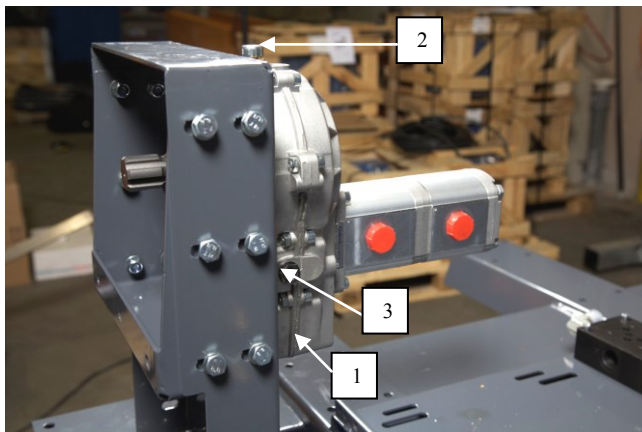

Bild 61. Uppväxlingslådan
Öppna bottenpluggen (Bild 61, nr 1) och töm ut den gamla oljan.
2. Öppna påfyllningspluggen (Bild 61, nr 2).
5. Kontrollera oljemängden med kontrollpluggen (Bild 61, nr 3).